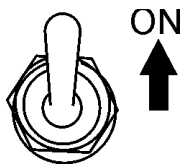

Figure 19. Commande de ralenti (ON)
- Laissez le moteur tourner au ralenti pendant cinq minutes avec *l'interrupteur de commande du ralenti* (Figure 19) placé dans la position **ON**.
Placez le commutateur de la commande de ralenti (Figure 19) en position **OFF** permet au moteur de fonctionner à une vitesse maximale de 3600 RPM.